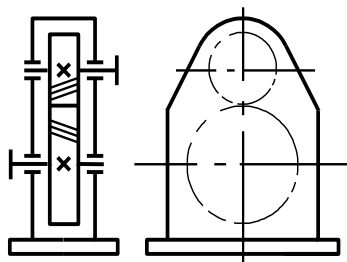

Рис. 2. Схема редуктора.
**Задание 1.** Спроектировать одноступенчатый цилиндрический редуктор с вертикальным расположением валов (рис. 2) для исходных данных указанных в табл. 4. Редуктор реверсивный, валы на подшипниках качения, передача косозубая.